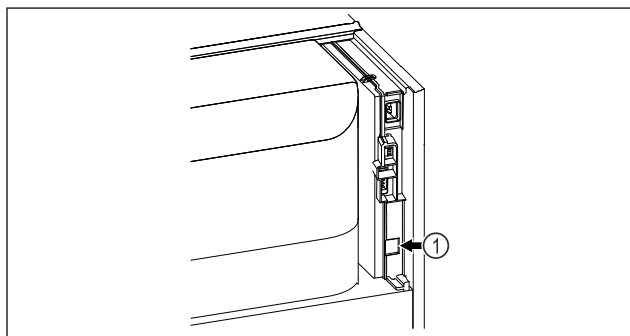

Fig. 47
- SmartModule Fig. 47 (1) är insatt.